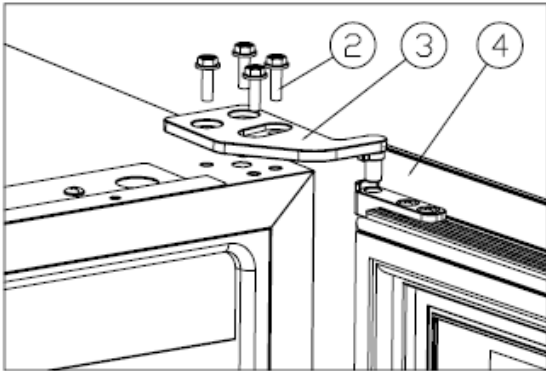

Abbildung 1
- ✧ Schrauben Sie die Schrauben M5\*16 ② heraus, demontieren Sie das rechte obere Scharnier ③ und nehmen Sie die Tür ab [Abbildung 1].